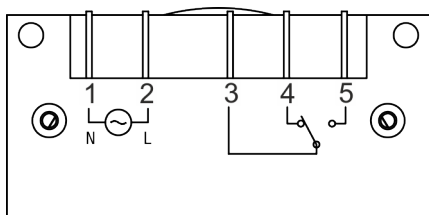

Fig. 4: Schema di allacciamento attuatore (ricevitore)
3. Inserire le linguette di collegamento (piatte DIN 6,3) nel capocorda corrispondente secondo lo schema di allacciamento (Fig. 4).